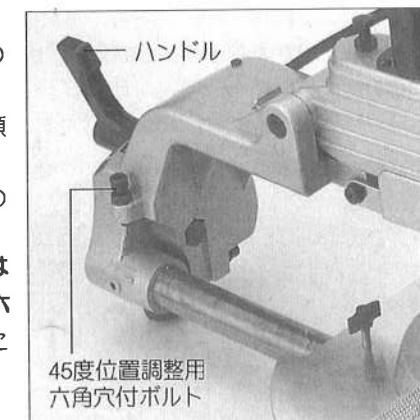

図27
■傾斜切断時の角度調整(左45°位置) (図27参照)
- ①ターンベースとノコ刃が直角になったときに、アームの▼部がアームホルダーの角度目盛の0°に合っているかを確認してください。
- ②角度調整ハンドルをゆるめて、本機を45°に傾斜させてください。
- ③このとき、▼部がアームホルダーの角度目盛の45°に一致しているかを確認してください。
- ④▼部と角度目盛の45°が一致していないときはアーム側面45度位置調整用六角穴付ボルトを六角レンチで回転させ、▼部が角度目盛の45°に合うように調整してください。